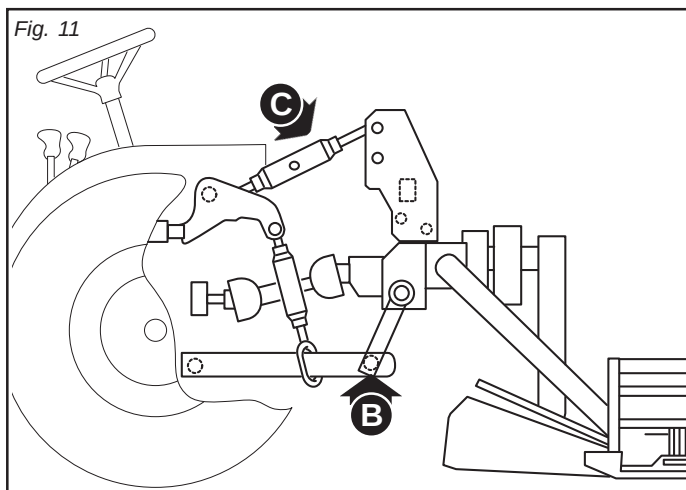

Fig. 11
- 1) Agganciare i bracci inferiori del sollevatore frontale del trattore sui perni (B) della falciatrice, ed agganciare il tirante del terzo punto (C) alla falciatrice ed al trattore (Vedi Fig. 11).